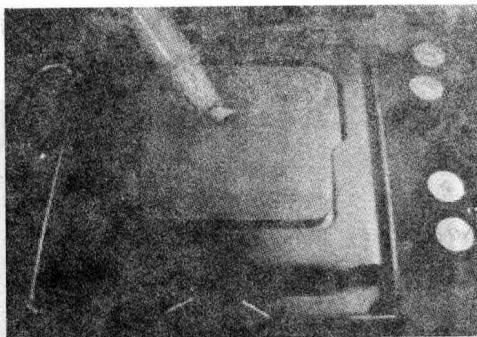

图 2-3
- 在 CPU 表面涂上一层硅脂,硅脂的主要作用是填充缝隙帮助导热,而其本身导热能力不强,所以将硅脂涂抹均匀刚好盖住 CPU 表面即可,不用太多。如图 2-3 所示。